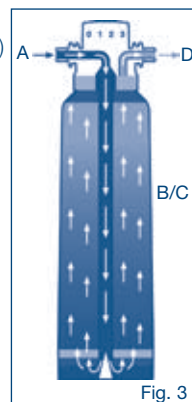

Fig. 3
L'eau brute (A) passe dans la cartouche filtrante (fig. 3). Au niveau de la zone (B) les particules sont éliminées par un préfiltre et les substances à l'origine des goûts et odeurs désagréables, telles que le chlore, sont éliminées grâce au charbon actif (C).
① REMARQUE